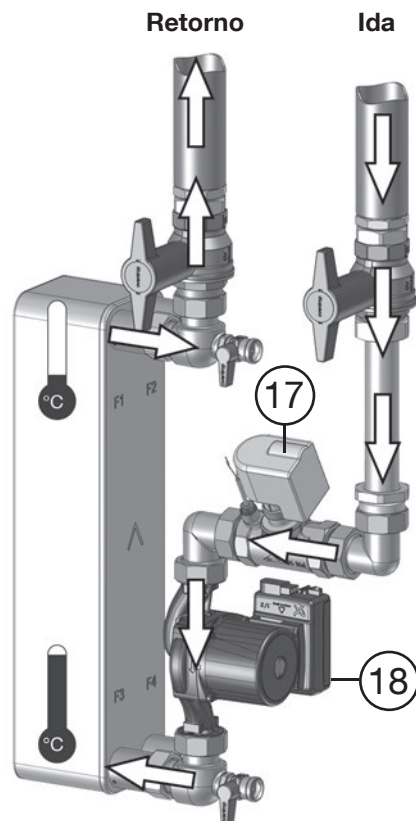
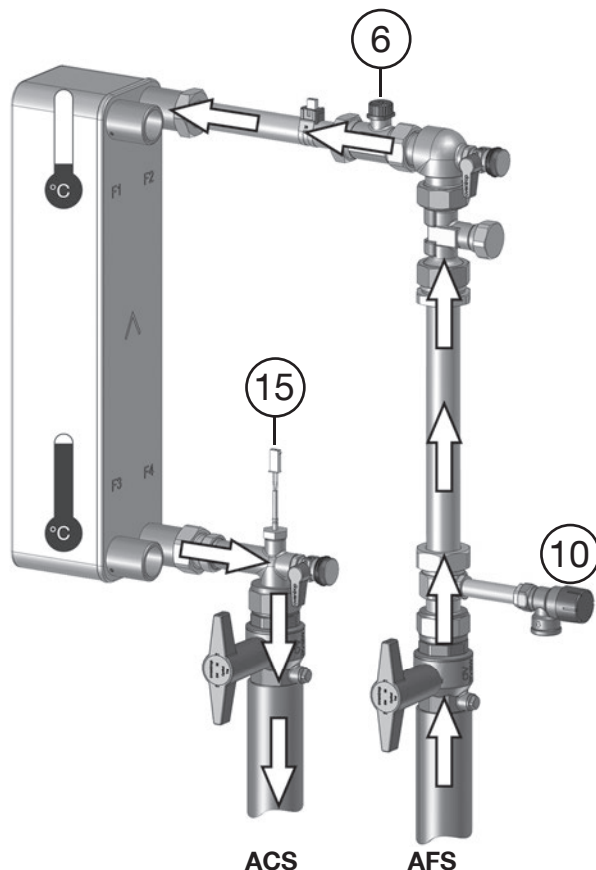

fig. 3.2: Lado del circuito del acumulador con ida desde y retorno al acumulador
fig. 3.3: Lado del agua potable con ida de agua caliente sanitaria (ACS) y conexión de agua fría (AFS)
El suministro de ACS está regulado por el controlador (fig. 3.1 en la página 9, pos. 1) que ajusta la bomba (fig. 3.2, pos. 18) a una velocidad (variable) para alimentar con agua de calefacción del acumulador conectado al intercambiador de calor según los requisitos. Basándose en el caudal y la temperatura actual (del agua potable) detectada por los sensores 6 y 15 (fig. 3.3), el controlador calcula la velocidad de bomba necesaria para conseguir la temperatura requerida de agua potable y acciona la válvula de aguja si fuera necesario (ver más abajo).
La estación permite un suministro de calor de acuerdo con los requisitos, incluso con un consumo de agua potable muy bajo. La capacidad mínima de suministro de la bomba (18) se reduce aún más por la válvula de aguja (fig. 3.2, pos. 17) integrada en el circuito del acumulador. La válvula se cierra a partir de una capacidad de descarga de aprox. 20 l/min.